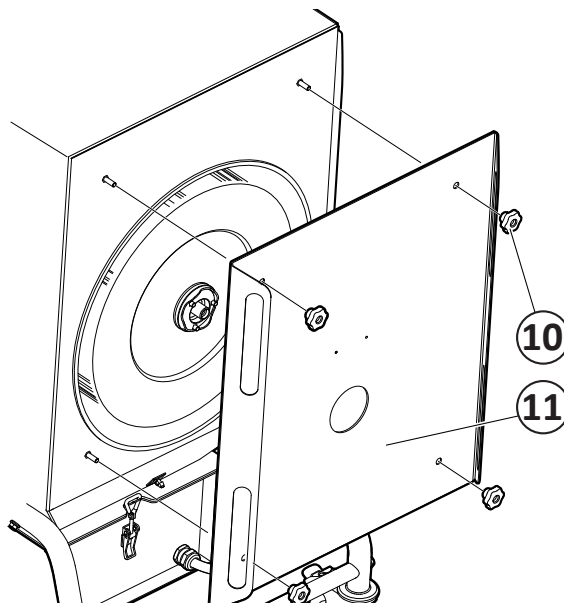

Fig. 20
5. Dévissez les contre-écrous (6) de la plaque de protection (7).
6. Démontez le palier (8).
7. Dévissez les poignées (10, **Fig. 20**) et retirez le couvercle du filtre (11).
5. Remontez et attachez le couvercle du filtre (10, Fig. 20) sur le châssis. Contrôlez que la cartouche de filtre est centrée sur l'ouverture dans le couvercle du filtre et vérifiez que le joint entre le couvercle et le châssis est adéquat.
11. Remontez et attachez le couvercle du filtre (10, **Fig. 20**) sur le châssis. Contrôlez que la cartouche de filtre est centrée sur l'ouverture dans le couvercle du filtre et vérifiez que le joint entre le couvercle et le châssis est adéquat.